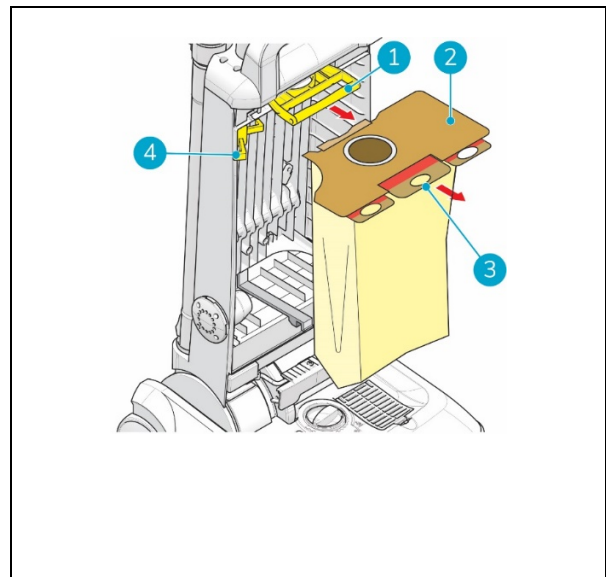

Abbildung 12
3. Ziehen Sie den Griff bis zum Anschlag heraus (Abbildung 12, Pos. 1).
4. Drehen Sie den kleinen Hebel zur Seite (Abbildung 12, Pos. 4), um den Staubbeutel aus dem Gerät zu drücken.
5. Ziehen Sie die Papplasche (Abbildung 12, Pos. 3) nach oben, um den Staubbeutel zu verschließen.
6. Entnehmen Sie den alten Staubbeutel (Abbildung 12, Pos. 2).